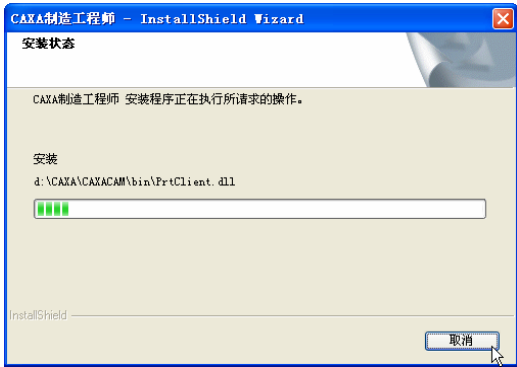

图 5-11 安装进程界面
8) 单击“安装”按钮，将进行 CAXA 制造工程师的安装，显示安装进程，如图 5-11 所示。